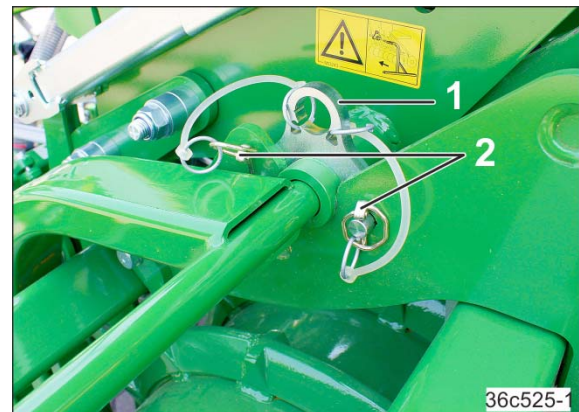

Fig. 132
7. Opprett forbindelsen med to koblingsstykker (Fig. 132/1).
8. Sikre hvert koblingsstykke med 2 låsesplinter (Fig. 132/2).